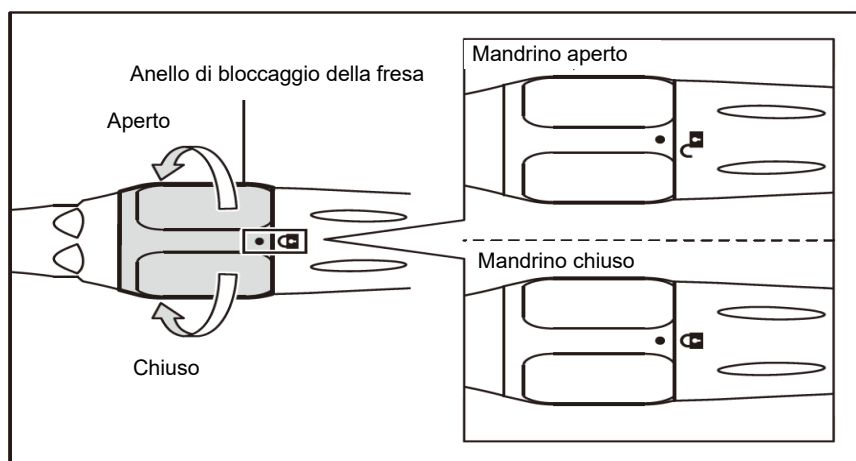

Fig. 2
- 1) Ruotare l'anello di bloccaggio della fresa nella direzione del simbolo "🔓" fino a quando non si sente un clic. (Fig. 2)
- 2) Ruotare l'anello di bloccaggio della fresa in posizione APERTA. (Fig. 2)